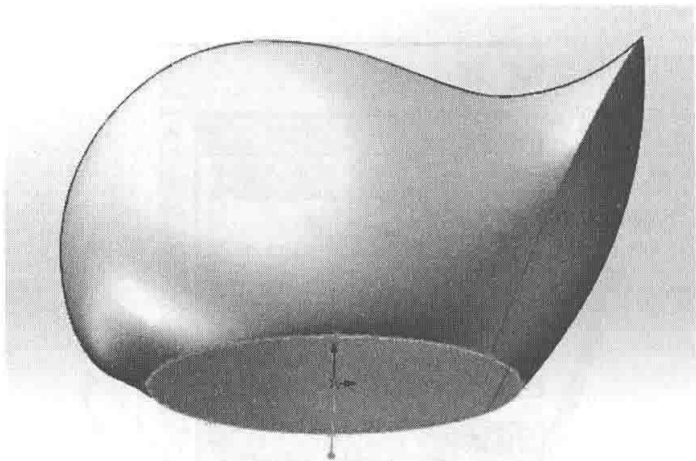

图 3-61 封底面
(8) 选择“曲面→平面区域”，选择底部线条封口，如图 3-61 所示。